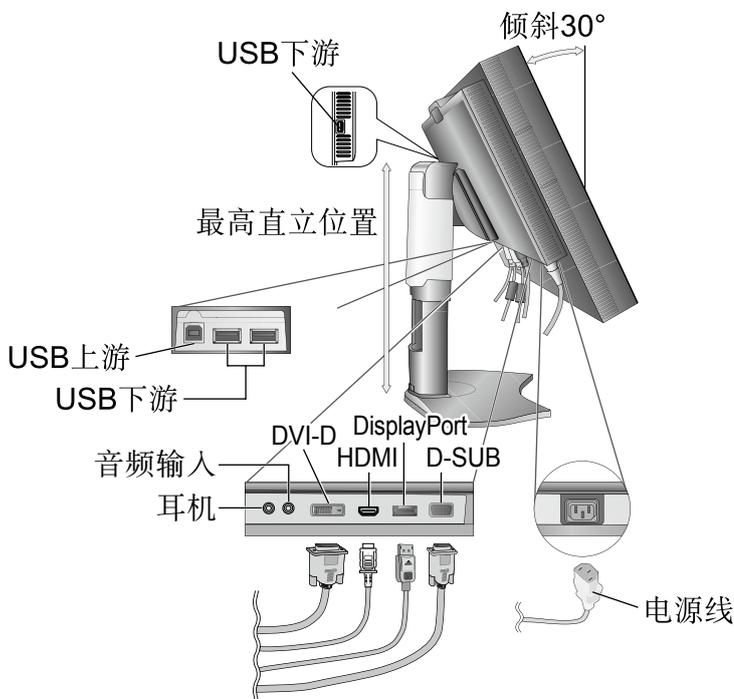
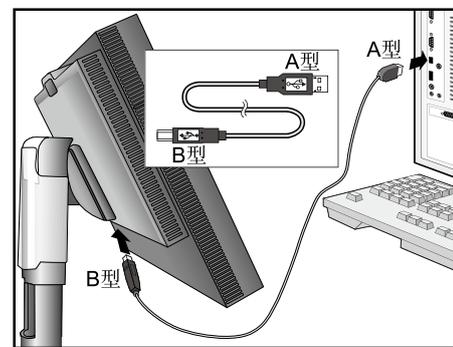

图 C.1
图 C.1a
4. 将所有电缆连接至相应的接口 (图 C.1)。使用 USB 电缆时，将 B 型接口连接至显示器右后侧的 USB 上游端口并将 A 型接口连接至计算机上的下游端口 (图 C.1a)。